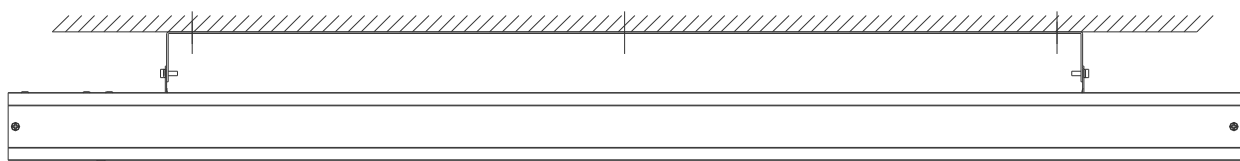

Fig. 6
6. **Ovnen er nå montert som vist på fig. 6 side 5. Og skruene nevnt i punkt 1 festes.**